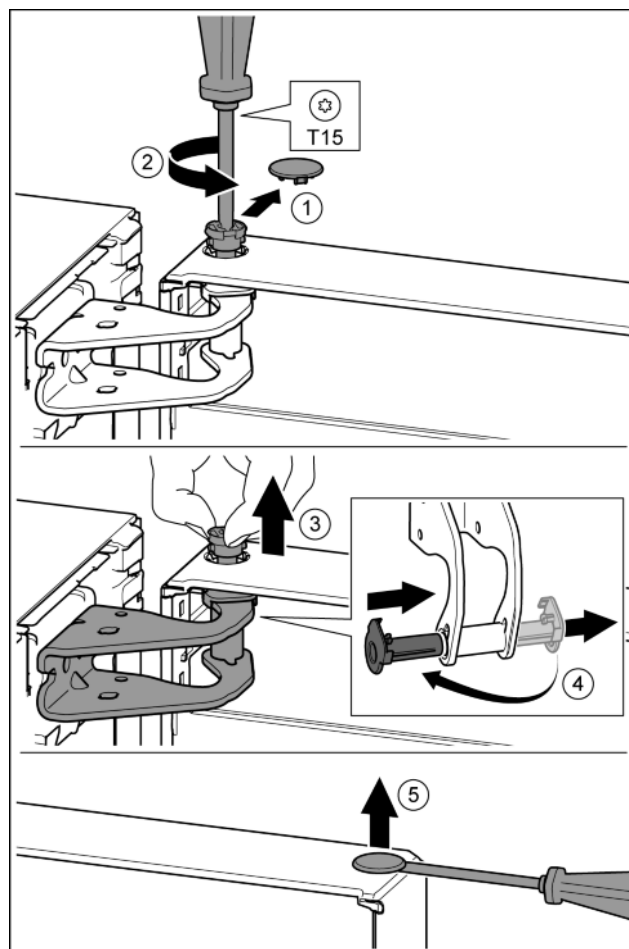

Fig. 9
- Veiligheidsafdekking voorzichtig eraf trekken. Fig. 9 (1)
- Bout met schroevendraaier T15 een stukje eruit draaien. Fig. 9 (2)
- De deur vasthouden en de bout met de vingers eruit trekken. Fig. 9 (3)
- Lagerbussen uit de geleiding trekken. Op de andere kant aanbrengen en vastklikken. Fig. 9 (4)
- Stop voorzichtig met een sleufschroevendraaier uit de lagerbus van de deur optillen en eruit trekken. Fig. 9 (5)